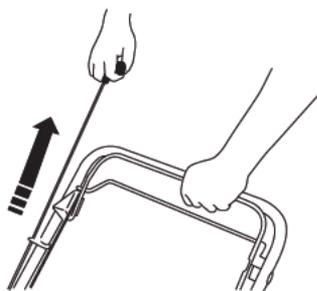

Figura 13
3. Arrancar el motor con el arrancador de retroceso (Figura 13).